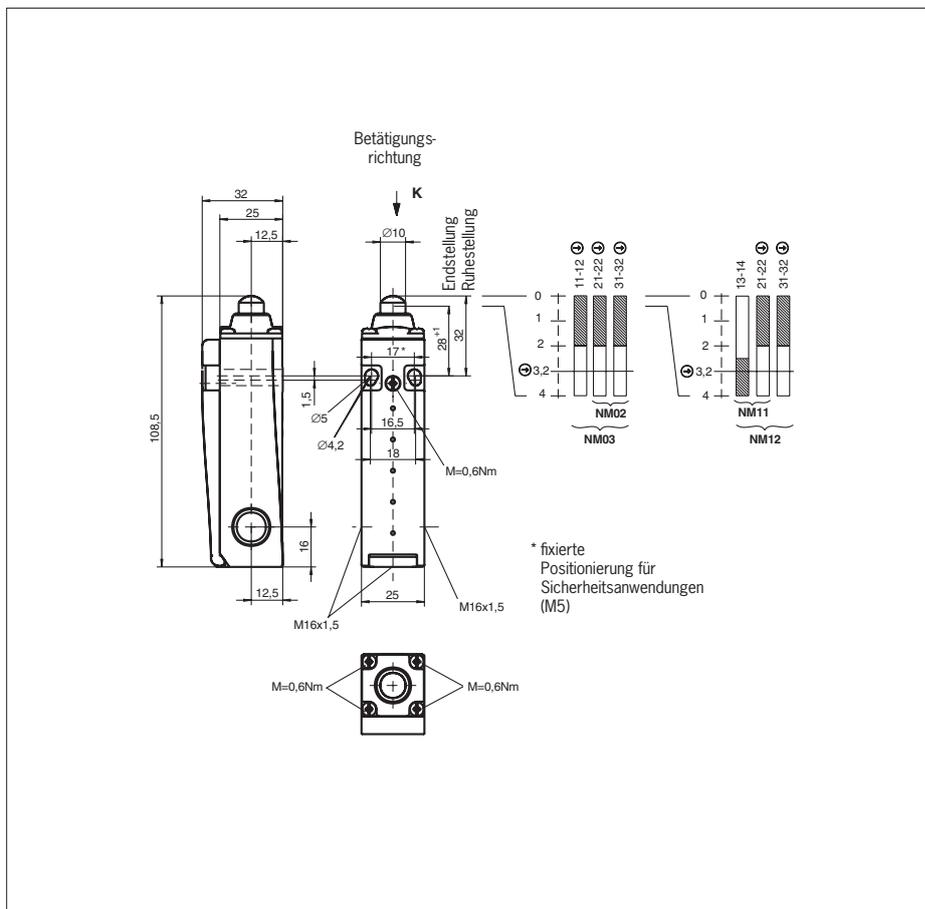

Bild 6: Maßzeichnung und Schaltwegdiagramme NM11WO / NM02WO / NM12WO / NM03WO
▶ **Für NM..WO gilt:** Das maximale Betätigungsmaß für die Sicherheitsschalter beträgt 28 mm (siehe Bild 3 und Bild 6).